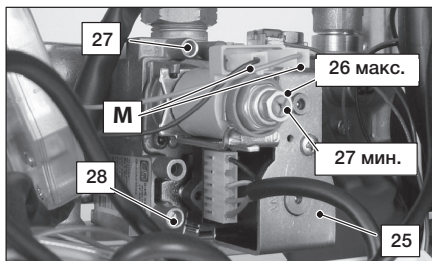

Рисунок 7.3
- Выключив котел (приведя его в нерабочее состояние), проверьте давление питания при помощи отвода 28 (см. Рисунок 7.3) и сравните считанное значение со значениями, приведенными в таблице «номинальное давление газа» в разделе «Технические характеристики» на с. 21.
- Тщательно закройте отвод для замера давления 28 (см. Рисунок 7.3).
- Откройте отвод для замера давления 27 (Рисунок 7.3) и подсоедините манометр.
Чтобы откалибровать давление в горелке, поверните большую шестиугольную латунную гайку модулирующего устройства 26 (макс.), см. Рисунок 7.3 (при вращении гайки по часовой стрелке давление увеличивается).
- Отсоедините один из двух проводов питания «С» модулирующего устройства 26. Внимательно следите за тем, чтобы не прикасаться к металлическим частям котла (см. Рисунок 7.3).
- Подключите провод питания «С» к модулирующему устройству (Рисунок 7.3).
- Закройте отвод для замера давления 27 (Рисунок 7.3).
Важно! Измерив давление газа, необходимо тщательно закрыть отводы, использованные для замера давления (28 и 27, Рисунок 7.3). После проведения всех операций по регулировке газа необходимо опломбировать регулировки клапана.
- Откройте отвод для замера давления 27 (Рисунок 7.3) и подключите манометр.